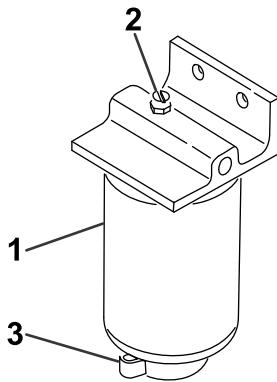

Figure 58
- Desserrez le robinet de vidange au bas de la cartouche du filtre (Figure 58).
2. Nettoyez la surface autour des supports de la cartouche du filtre (Figure 58).